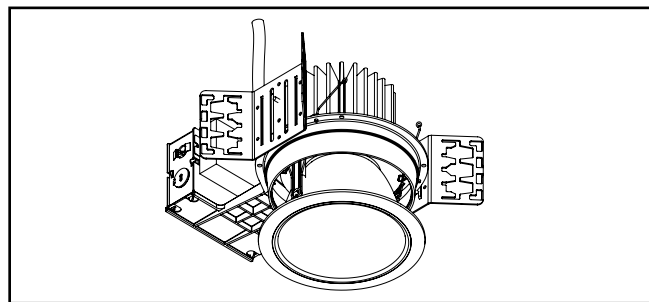

Figura 9.
9. Instale el motor de la luminaria LED y la unidad de la moldura insertando los muelles de torsión en los receptores del muelle ubicados dentro del alojamiento (Figura 9) o inserte los tornillos a través de la brida de la moldura en los clips de sujeción de los soportes fijados a la carcasa.
1. Extraiga la unidad de la moldura del alojamiento (Figura 9.).